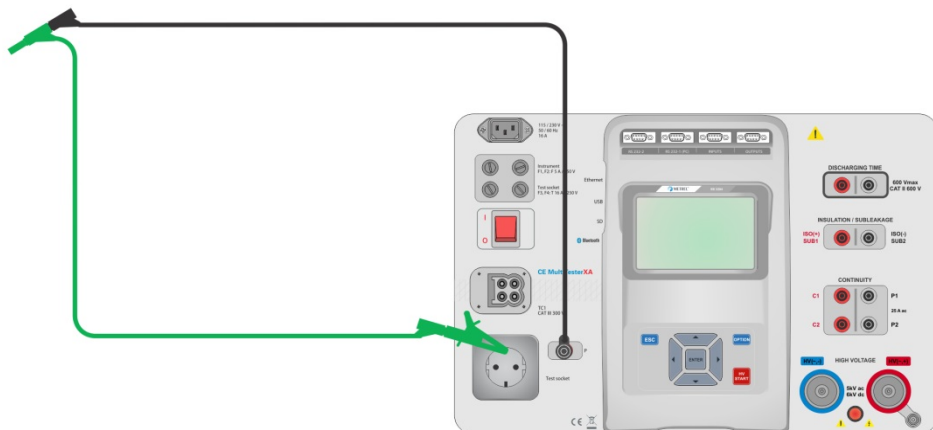

Figura 4.8: Conduttori / Puntali di test cortocircuitati
- Collegare i puntali allo strumento e cortocircuitare i puntali insieme, vedere *Figura 4.8*.